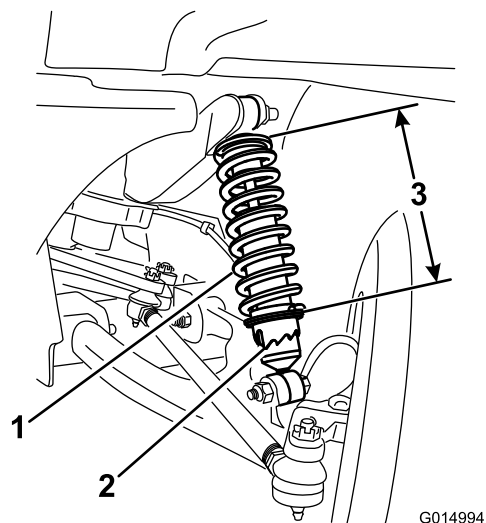

Figura 32
A. Utilizando a ferramenta TORO6010, rode o anel no amortecedor para alterar o comprimento da mola (Figura 32).